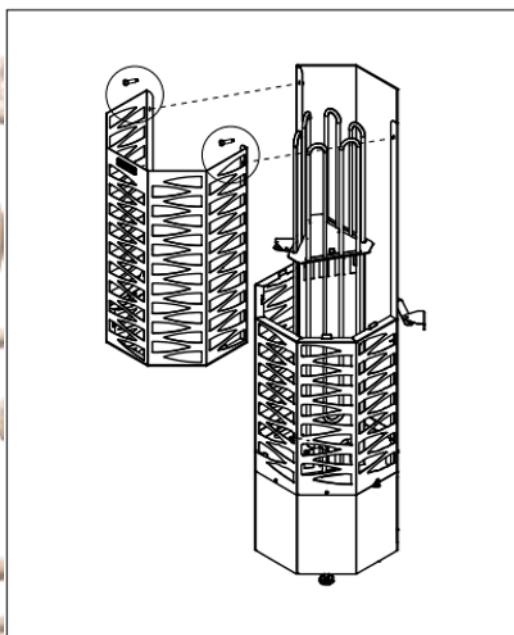

Рисунок 15. Встановлення зовнішнього корпусу
- Верхній корпус можна зняти, коли каміння встановлюється в нижній частині обігрівача (див. Рисунок 15).